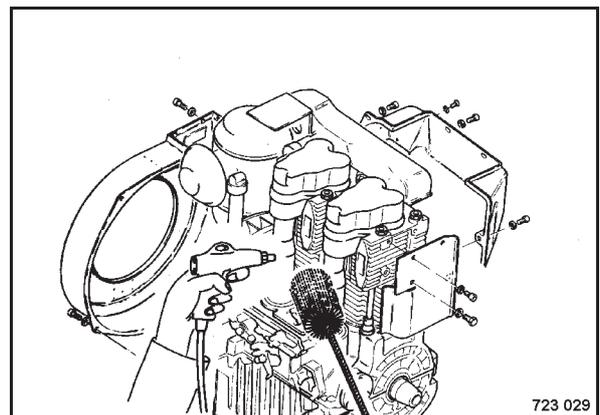

Bild 111
- Sämtliche Luftführungsbleche (Bild 111) abbauen.